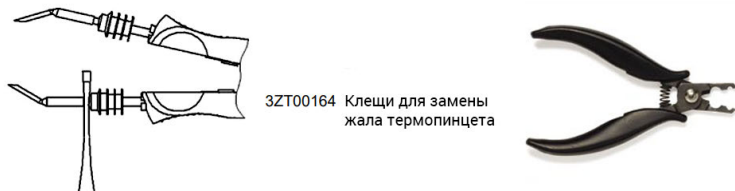

Рис. 1
- Зажмите жало или насадку круглогубцами, осторожно потяните вперёд и снимите (рис. 1).